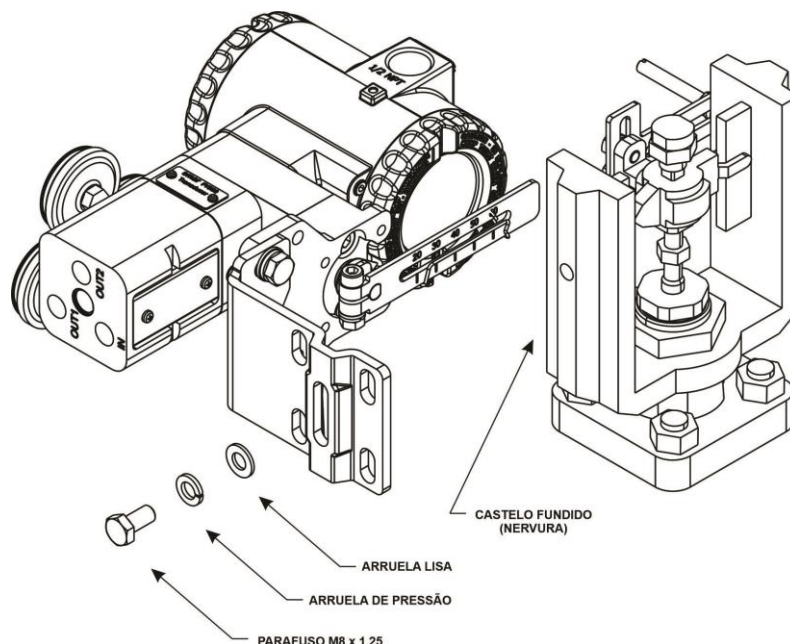

Figura 1.13 – Fixação do suporte de montagem ao castelo fundido com superfície de nervura
- **Para atuadores com castelo fundido com superfície de nervura**, utilize parafuso M8x1,25, arruela de pressão e arruela lisa. Veja figura 1.13.